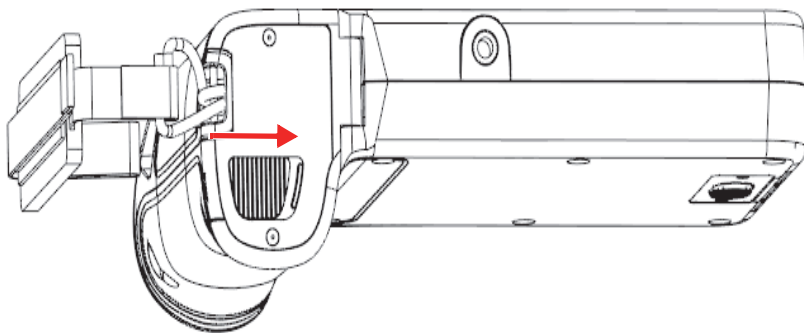

Figure 4-1 Bouton poussoir du couvercle du compartiment à batterie
1. Tenez l'appareil de manière à ce que le couvercle du compartiment à batterie soit face vers le haut, comme le montre la Figure 4-1 à la page 45.